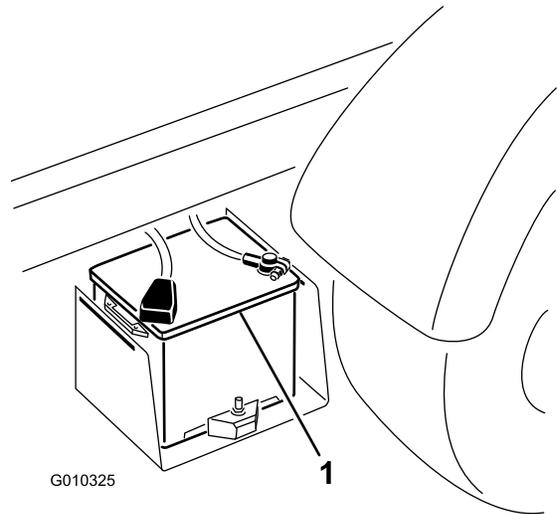

図 50
2. 2台のバッテリーのプラス端子同士をブースターケーブルでつなぐ 図 50。端子を必ず確認すること。バッテリーカバーの「」の印で確認できることが多い。